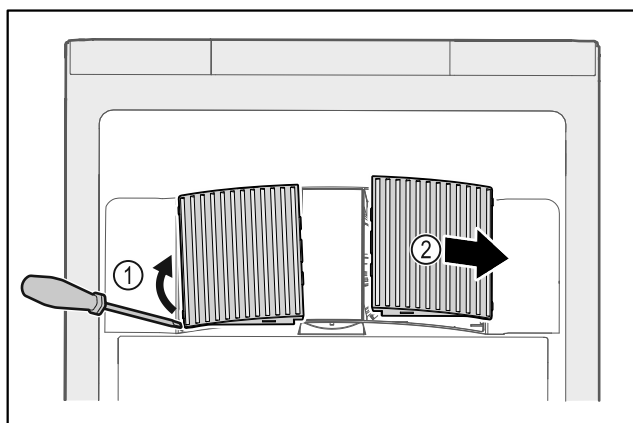

Fig. 172
- ▶ Scoateți cu grijă capacele ventilatoarelor de pe partea laterală Fig. 172 (1) și scoateți-le spre partea din față Fig. 172 (2).